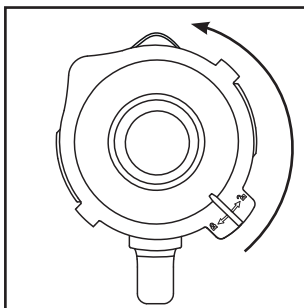
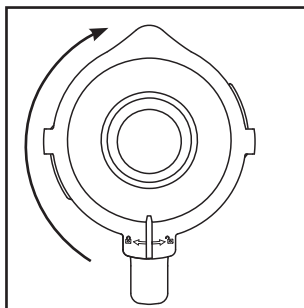

Bild 1
Bild 2
- 1) Vrid mixerbehållaren ③ motsols tills pilen ▼ under mixerbehållarens handtag hamnar ovanför läge . Lyft mixerbehållaren ③ rakt uppåt för att ta av den från motorblocket ⑥.
- 2) Ta av locket ② genom att vrida det motsols mot läge  (se bild 1) tills det lossnar och kan tas av.
- 3) Fyll mixerbehållaren ③. Fyll aldrig på mer än upp till MAX-markeringen.
- 4) Sätt sedan tillbaka locket ② med samma förskjutning på mixerbehållaren ③ och tryck fast det. Stäng locket ② genom att vrida det medsols till läge  tills det klickar fast (se bild 2). Kontrollera att mixerbehållarens ③ pip är stängd. Motorn startar bara om locket ② sluter helt tätt.